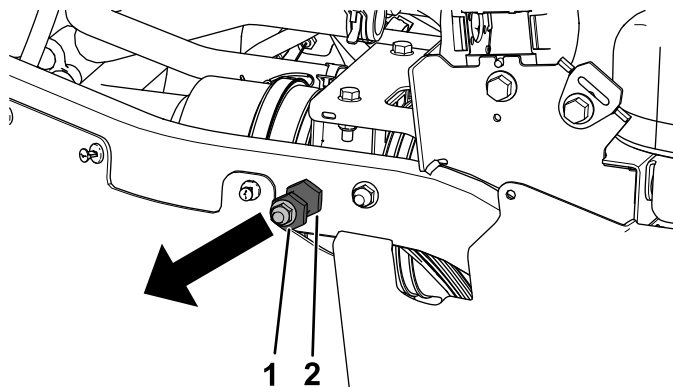

Figure 11
4. Retirez le contre-écrou ($\frac{3}{8}$ ") et la goupille de verrouillage des tubes arrière droit et gauche du cadre (Figure 11).